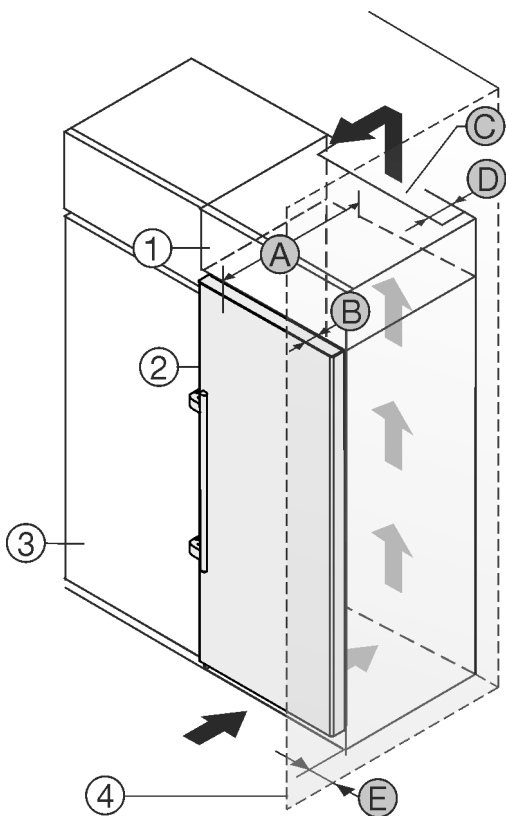

Fig. 2
- (1) Rehausse \*
- (2) Appareil \*
- (3) Placard de cuisine \*
- (4) Mur \*
- (A) Profondeur de l'appareil \*
- (B) Profondeur de porte \*
- (C) Section de ventilation \*
- (D) Distance du dos de l'appareil \*
- (E) Distance par rapport au côté de l'appareil \*
Vous pouvez placer le réfrigérateur directement à côté de l'armoire de cuisine *Fig. 2 (3)*.\*
Une sortie d'air avec la profondeur *Fig. 2 (D)* doit être présente au dos de la rehausse sur toute sa largeur.\*
La section de ventilation *Fig. 2 (C)* sous plafond doit être respectée.\*
Si le réfrigérateur est installé avec les charnières près d'une paroi *Fig. 2 (4)*, la distance entre le réfrigérateur et la paroi doit être d'au moins 57 mm . Cela correspond au dépassement de la poignée lorsque la porte est ouverte.\*
Pour pouvoir ouvrir complètement les portes, le réfrigérateur doit dépasser de la profondeur de la porte *Fig. 2 (B)* par rapport à la façade du placard. L'appareil peut déborder encore plus en fonction de la profondeur des placards *Fig. 2 (3)* et de l'utilisation de cales d'épaisseur.\*